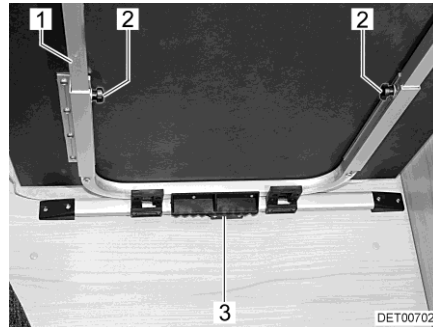

Fig. 69 Spostamento/allungamento del tavolo sospeso
- Svitare le viti a testa cilindrica zigrinata (Fig. 69,2).
- Sollevare leggermente il piano del tavolo ed estrarlo fino all'arresto. La prolunga del tavolo (Fig. 69,1) è completamente estratta.
- Sollevare leggermente il piano del tavolo e spingerlo all'indietro fino all'arresto. La prolunga del tavolo (Fig. 69,1) è completamente rientrata.